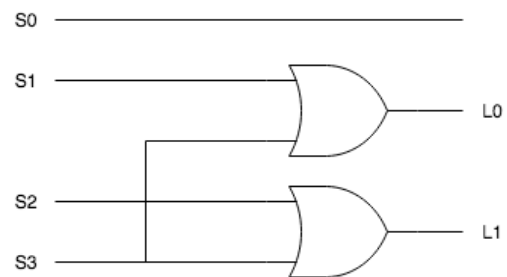

図 4 4 入力 2 出力エンコーダの回路図
エンコーダは 10 進数を 2 進数に変換する回路である. この課題では, 10 進数から 0 から 3 をそれぞれに対応する 4 つのスイッチ (S_0, S_1, S_2, S_3) を使って入力し, 2 つの LED (L_0, L_1) を使って 2 ビットの 2 進数を出力するエンコーダ回路を設計し作成した. まず, エンコーダの真理値表を表 5 に, 論理式を (6), (7) に, 回路図を図 4 に示した.